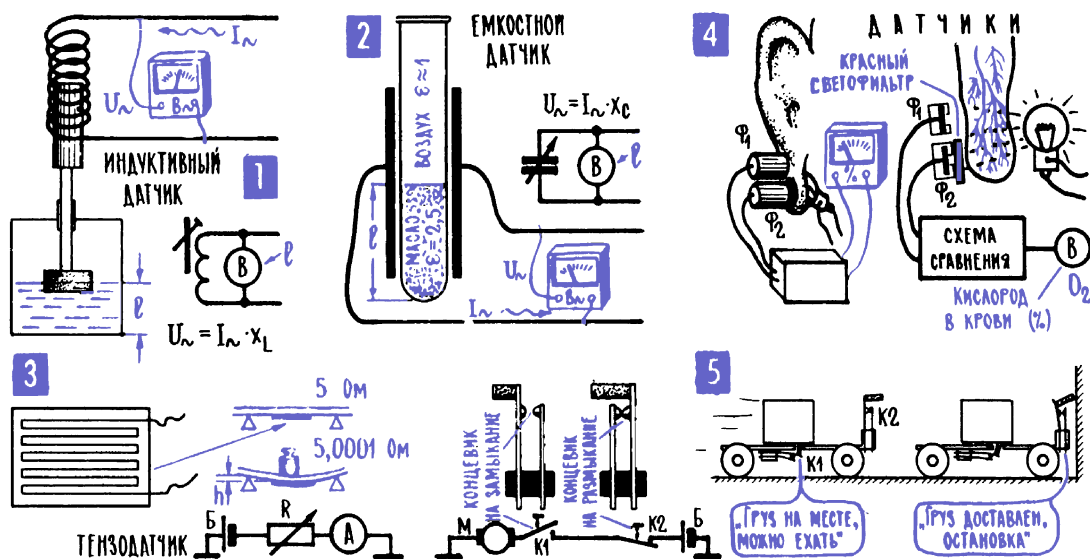
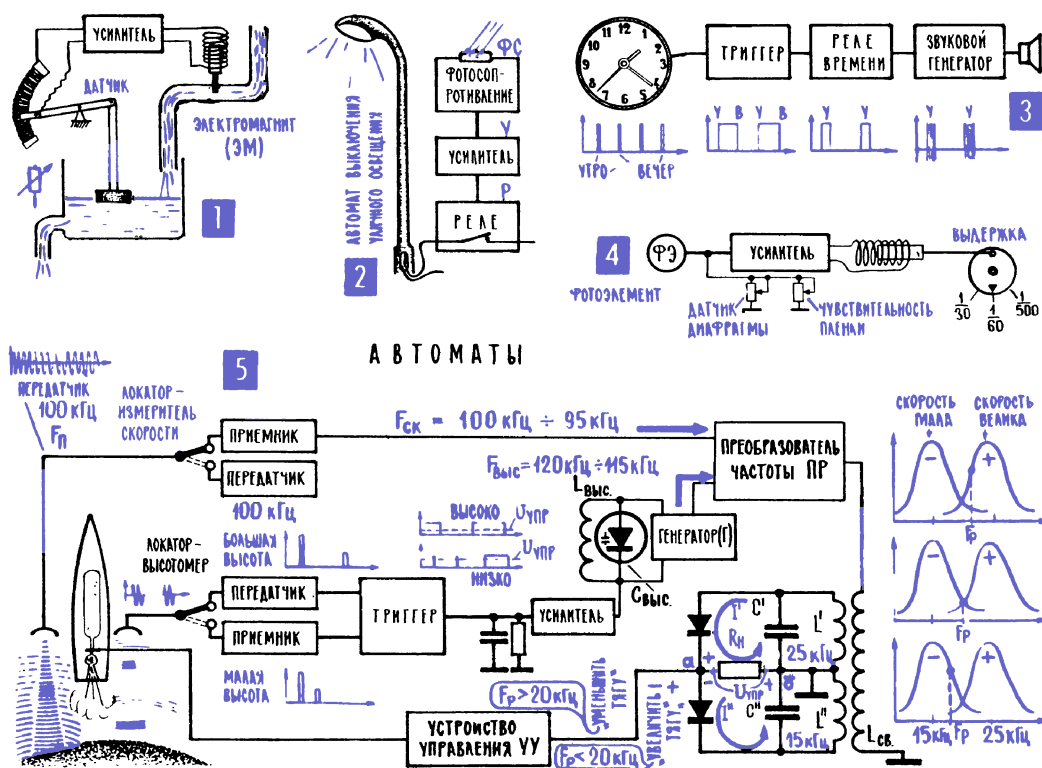

Рис. 15.1. Датчики
Рис. 15.3. Автоматические регуляторы
3. Датчики – органы чувств автоматов, они переводят информацию на электрический язык. Помимо уже знакомых нам датчиков (термоэлемента, терморезистора, фотоэлемента, фоторезистора, пьезокристалла, угольного и электродинамического микрофонов, см. рис. 8.2), имеется огромное множество других приборов для сбора информации о самых различных процессах, описания их в виде электрических сигналов. Датчиком перемещения, например, может быть резистор с переменным сопротивлением, если его подвижной контакт связать с движущимся предметом. Датчиком деформации – проволочка с высоким сопротивлением, изогнутая зигзагом и оклеенная бумагой (рис. 15.1; 3). Такой датчик (тензометр) наклеивается на поверхность детали, и когда деталь деформируется, проволока тоже изгибается и несколько растягивается, сопротивление ее меняется. На изменении сопротивления может также основываться действие датчика уровня (см. рис. 15.3; 1 далее), хотя часто в таких датчиках используются другие принципы. Например, изменение индуктивности катушки по мере перемещения в ней ферромагнитного сердечника (рис. 15.1; 1), или изменение емкости конденсатора по мере того, как между его пластинами появляется вещество с иной диэлектрической проницаемостью (рис. 15.1; 2). А если датчик-индуктивность или датчик-емкость включить в цепь переменного тока, то напряжение, которое появится на датчике, покажет, в каком он находится состоянии и какова контролируемая величина, в данном случае уровень жидкости. Потому что напряжение на участке цепи пропорционально его сопротивлению, а индуктивное сопротивление катушки x_L зависит от ее индуктивности L , емкостное сопротивление конденсатора x_C – от его емкости C . На том же принципе работают емкост-
Существуют датчики, позволяющие оценить химический состав вещества, например по электрическому сопротивлению пробной его порции, по спектру поглощения или оптической плотности. В качестве примера – один из датчиков для определения процентного содержания кислорода в крови (рис. 15.1; 4). В него входят источник света и два фотозлемента, один из которых закрыт красным светофильтром и воспринимает только красный свет. Датчик подвешивается к мочке уха, сквозь нее проходит свет и падает на фотозлемента. Луч света просвечивает тонкие кровеносные сосуды в мочке уха, и уровень света, попадающего на «красный» фотозлемемент Φ_2 , зависит от того, насколько кровь в этих сосудах насыщена кислородом. Электронная схема сравнивает напряжение на этом фотозлемента с общей освещенностью, которая отражена в напряжении фотозлемента Φ_1 , и такое сравнение позволяет судить о процентном содержании кислорода в крови.
В датчиках можно встретить много остроумных решений, использующих тонкие физические, химические и биологические процессы. Ну, а самый простой датчик – это концевой выключатель (рис. 15.1; 5), который замыкает или размыкает электрическую цепь и тем самым сообщает, что какая-либо деталь заняла определенное положение, пришла на свое место или, наоборот, ушла с него. Такие датчики можно встретить в лифте, где они сигнализируют управляющему автомату, что дверь пока не закрыта и двигаться еще нельзя.
5. В электронных автоматах переработка информации сводится к преобразованию электрических сигналов. Есть автоматы, от которых ничего иного не требуется, как следить за сигналом, поступающим с датчика, и пропорционально изменениям этого сигнала воздействовать на исполнительный механизм. Это так называемые следящие системы, типичные представители которых – системы автоматической регулировки усиления (АРУ) и подстройки частоты (АПЧ) в приемниках, или система, поддерживающая постоянный уровень жидкости в каком-либо резервуаре (рис. 15.3; 1). Следящие автоматы – это пока еще просто исполнительные работники (подобно микрофону или громкоговорителю, которые дословно переводят звук в ток и ток в звук), информация в них никакой переработке не подвергается: что велел датчик, то и делается. К числу таких простых систем относятся и некоторые пороговые автоматы, они даже не интересуются уровнем сигнала все время, а знают лишь одно: достиг этот уровень определенного порога – надо действовать⁵. Именно так, например, поступает автомат уличного освещения (рис. 15.3; 2); вечером, лишь только естественный свет уменьшится до определенного порога, как автомат производит одно из двух действий, которым его научили, – включает уличные фонари; а с рассветом, когда освещенность поднимется выше заданного порога, автомат выполнит вторую из заученных операций – выключит фонари. Потом освещенность может увеличиваться как угодно, автомат на это реагировать не будет.
В автомате уличного освещения, правда, можно уже заметить элемент памяти: установив определенный порог срабатывания, мы заставили автомат запомнить, при каком уровне освещенности нужно включать и выключать фонари. В более явном виде память присутствует в системе установки экспозиции (выдержки) в фотоаппарате с автоматикой (рис. 15.3; 4). Выдержка устанавливается обратно пропорционально току, который дает фотоэлемент: чем больше освещенность, тем больше этот ток и меньше выдержка. Но в систему введены два переменных резистора. Один из них устанавливают в зависимости от чувствительности пленки, второй в зависимости от выбранной диафрагмы. Сопротивление этих резисторов определяет ту часть тока, которая достанется исполнительному механизму, и, значит, при одной и той же освещенности он будет устанавливать разную выдержку в зависимости от сопротивления резисторов. Образно говоря, резисторы всегда напоминают автомату о том, что, устанавливая экспозицию, нужно ввести поправки на пленку и диафрагму, и, оперируя электрическим сигналом (ток через исполнительный механизм), корректируют информацию, поступающую в автомат.
Другой пример переработки информации: будильник с электрическим сигнализатором, который включается только через такт, например в 8 часов утра работает, а в 8 вечера нет (рис. 15.3; 3). Для этого в систему просто введен триггер, он делит на два число импульсов от датчика. В будильнике имеется еще один элемент обработки сигналов – реле времени: по короткому импульсу тока от датчика оно заставляет сигнал звучать достаточно долго.
Интересную обработку проходит сигнал в показанном на рис. 15.3; 5 автомате управления ракетным двигателем (эта схема так же, как предыдущие и последующие, не более чем учебная модель, в реальных автоматах все может решаться по-иному). Основа автомата – два радиолокатора: один – измеряющий высоту ракеты, другой – ее скорость. Локаторам, конечно, нужно было бы посвятить особый рассказ, но, поскольку в радиолюбительской практике они встречаются редко, ограничимся лишь коротким упоминанием о них здесь, в разделе электронной автоматики, «придравшись» к тому, что радиолокаторы можно считать особым видом датчиков.